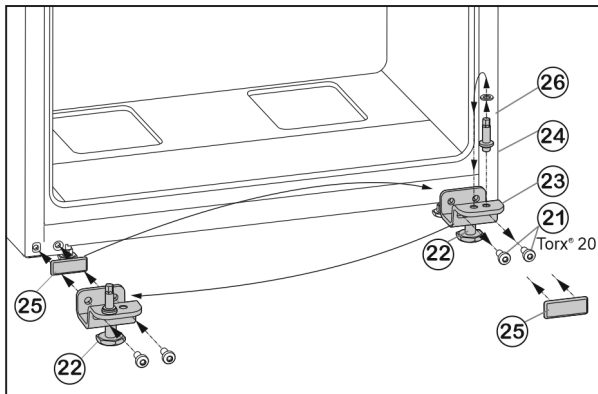

Fig. 7
- ▶ Tekerje le a rögzítőcsavarokat Fig. 7 (21).
- ▶ Vegye le a teljes alsó csapágybakot Fig. 7 (23) a csap-szeggel Fig. 7 (24), az alátéttel Fig. 7 (26) és a beállító lábbal Fig. 7 (22).
- ▶ Csavarozza le a teljes csapágybakot Fig. 7 (24) az alátéttel Fig. 7 (26), helyezze át a csapágybak túloldali felvívő furatába, és csavarozza vissza.
- ▶ Óvatosan vegye le a fedőlemez Fig. 7 (25), és helyezze át az ellenkező oldalra.
- ▶ Csavarozza vissza a teljes alsó csapágybakot Fig. 7 (23) a csap-szeggel Fig. 7 (24), az alátéttel Fig. 7 (26) és a beállító lábbal Fig. 7 (22) a csuklópánt új oldalán **erősen (4 Nm-es nyomatékkal)**, adott esetben egy akkus csavarhúzóval.
- ▶ Az ajtót felülről helyezze Fig. 7 (24)a csap-szegre.
- ▶ Tekerje ki az állítólábat Fig. 7 (22) az alsó csapágybakból Fig. 7 (23), míg hozzá nem ér a talajhoz.